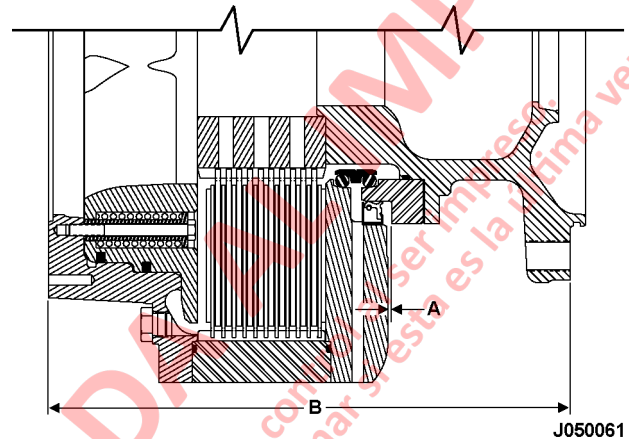

FIGURA 5-12. AJUSTE DEL ESPACIO DEL SELLO:
27. Ajuste el espacio del sello. Consulte la Figura 5-12.